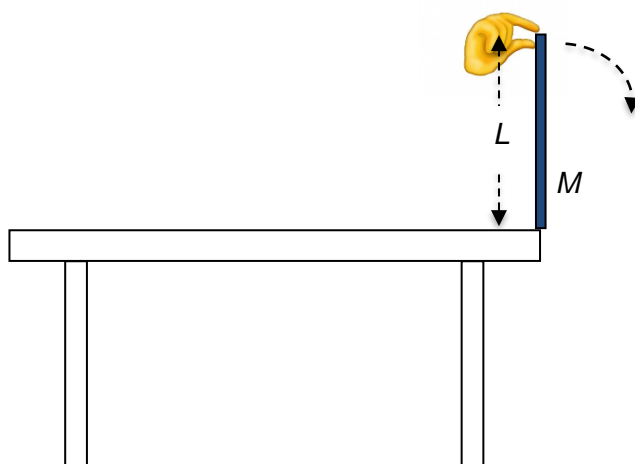

Figura 4. Ilustración de la rotación de la barra uniforme.
1. Tome la barra rígida uniforme verticalmente, ponga un extremo sobre un borde de una mesa tal como se ilustra en la figura 4, sosteniendo la parte superior libre con la mano. Deje caer la barra hacia la parte exterior de la mesa sin empujarla bruscamente. De modo que la mano apenas le permita a la barra que inicie su movimiento de rotación libremente, sin incidir en su rapidez inicial (note que este equilibrio es muy delicado y no es necesario mucho esfuerzo para que se rompa). Grabe un video que registre este movimiento como mínimo hasta que la barra pase por la posición horizontal.